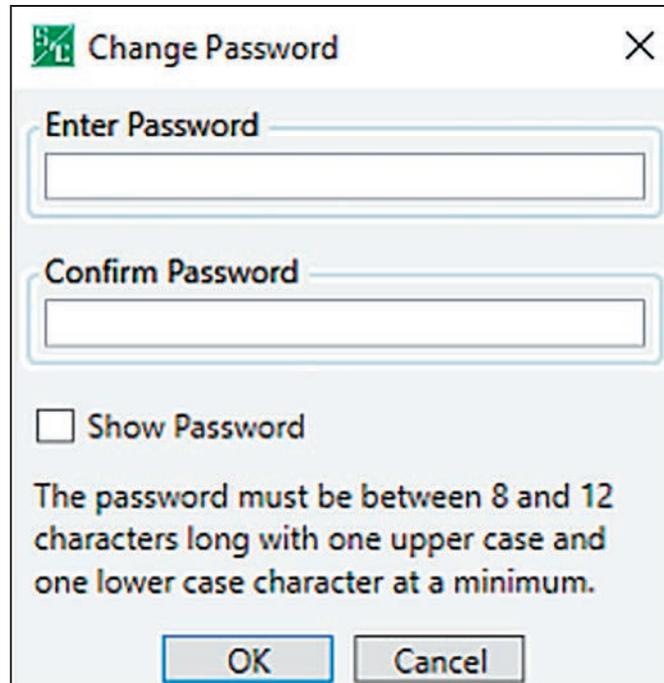

Figura 109. Cuadro de diálogo de Cambio de Contraseña.
PASO 3. Haga clic en el campo **Password (Contraseña)** para un usuario dado e ingrese una nueva contraseña no preestablecida que cumpla con los requisitos de complejidad en los campos **Enter Password (Ingresar Contraseña)** y **Confirm Password (Confirmar Contraseña)**. Posteriormente, haga clic en el botón **OK**. Vea la Figura 109 en la página 194.
PASO 5. Si el cambio de la contraseña se valida con éxito, haga clic en el botón **Apply (Aplicar)** para terminar con el proceso de cambio de la contraseña y configurar la nueva contraseña en el control. Vea la Figura 109. Vaya al Paso 6 si el cambio de la contraseña no fue validado exitosamente.